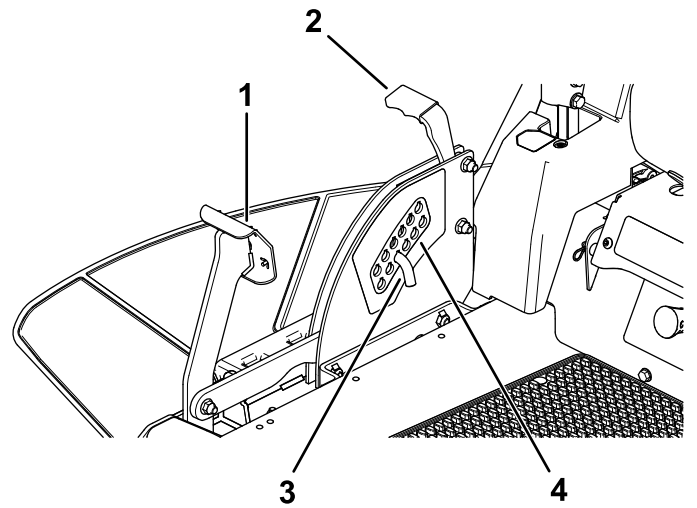

**Figure 28**
- Enfoncez la pédale pour élever le plateau de coupe ; maintenez la pédale enfoncée jusqu'à ce que le plateau soit verrouillé en position de transport (Figure 28).
- Appuyez sur la pédale de levage du plateau avec le pied et tirez la poignée de verrouillage de transport en arrière pour désengager le verrou de transport (Figure 28).
4. Appuyez sur la pédale de levage du plateau avec le pied et tirez la poignée en arrière pour désengager le verrou de transport (Figure 28).